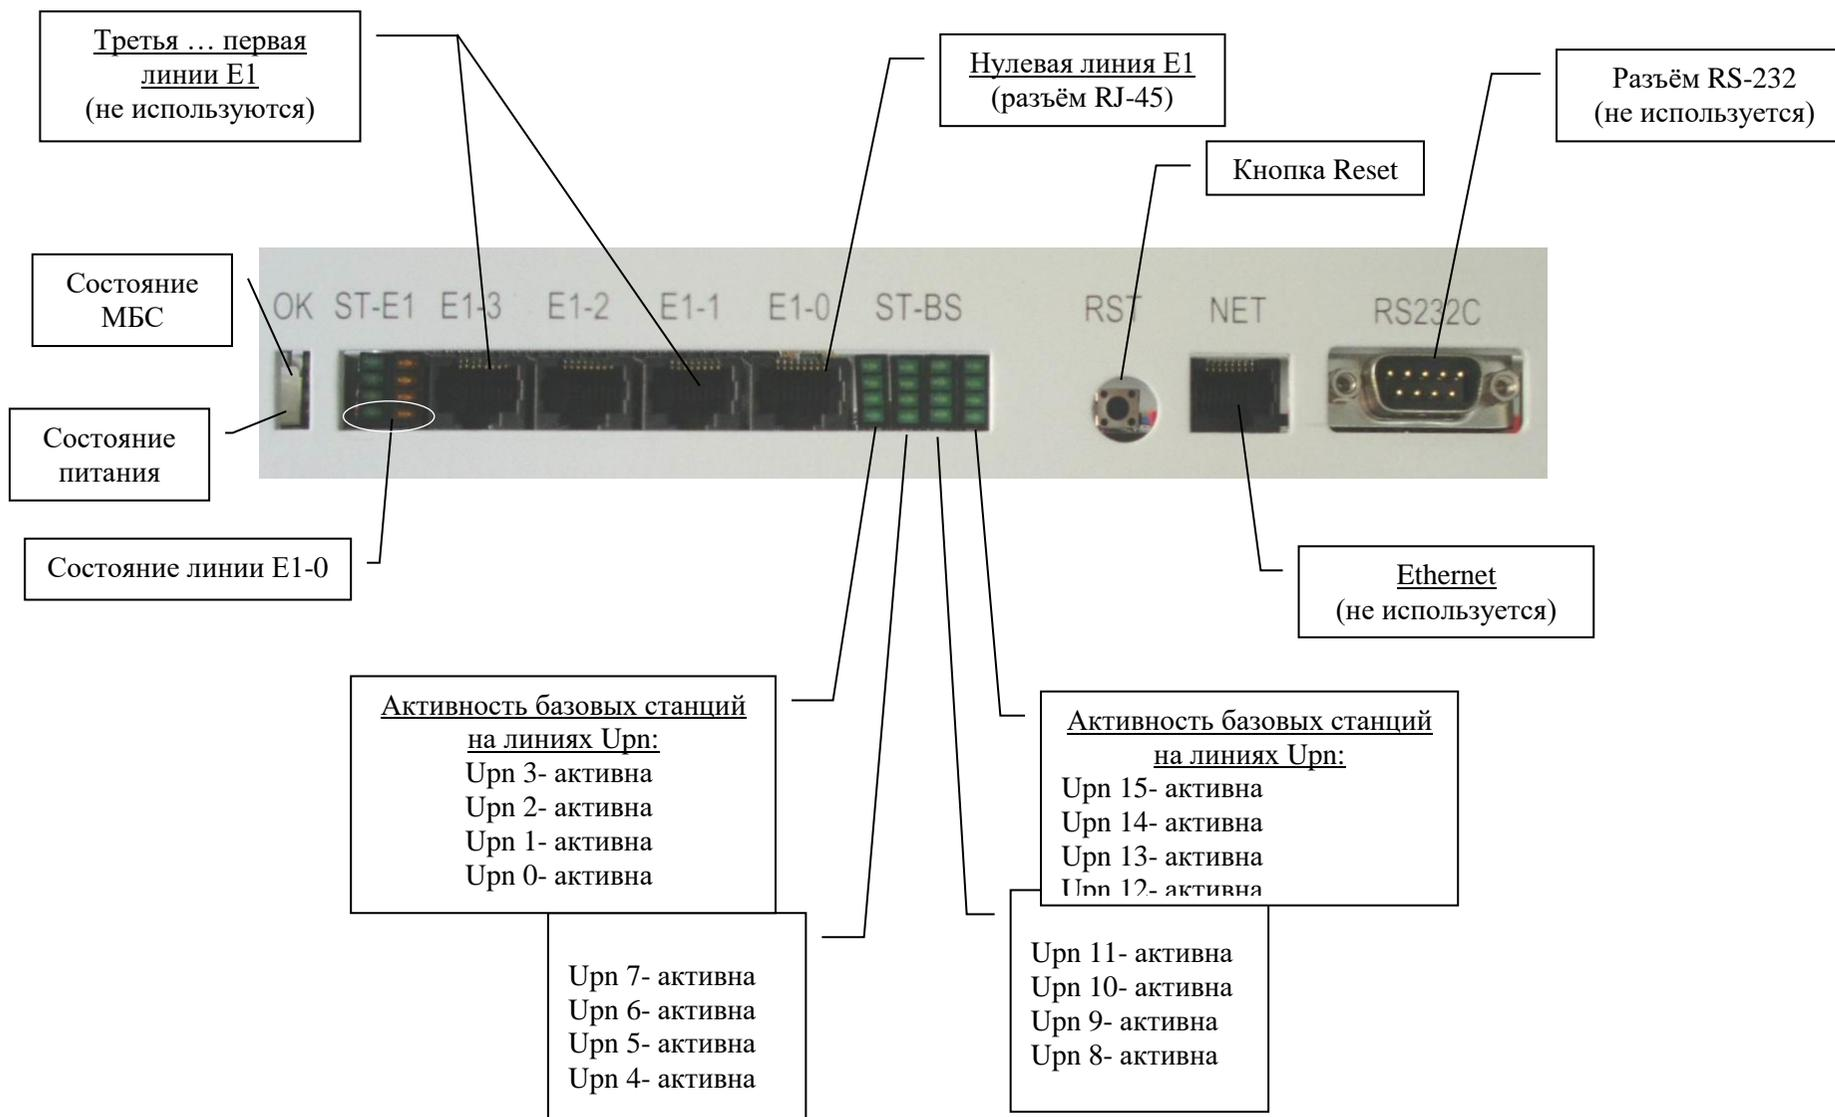

Рис. 6. Лицевая панель МБС-Uрn
**Состояние линии интерфейса E1 (E1-0)** отображается нижней парой светодиодов ST-E1 (см. рис.6). Один светодиод – зелёный, а другой – красный.